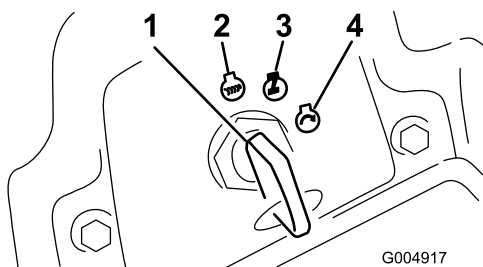

Figure 44
6. Tournez la clé dans le sens horaire en position Contact (Figure 44).
4. Tournez la clé de contact à la position arrêt (Figure 44). Attendez l'arrêt de toutes les pièces mobiles avant de quitter la position d'utilisation.